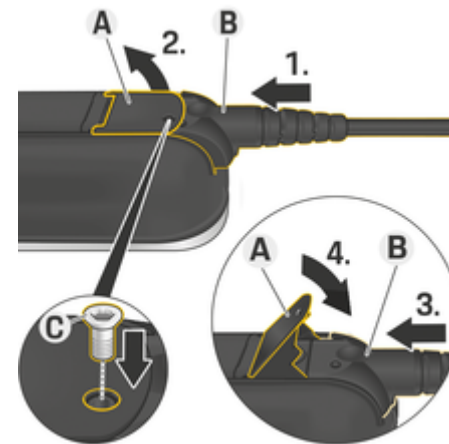

Fig. 104: Fijación del cable y el enchufe
- ✓ La palanca **A** (Fig. 104) está cerrada.
1. Inserte el enchufe **B** (Fig. 104) en la unidad de control hasta que note la primera resistencia.
2. Levante la palanca **A** (Fig. 104).
3. Inserte el enchufe **B** (Fig. 104) completamente.
4. Cierre la palanca **A** (Fig. 104).
5. Fije el enchufe **B** (Fig. 104) a la unidad de control con el tornillo **C** (Fig. 104).